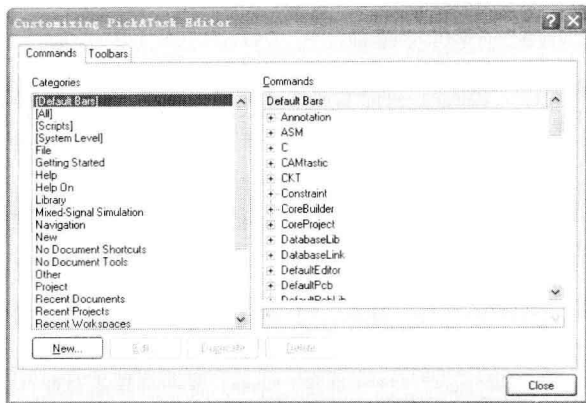

图 1-3 “Customizing PickATask Editor” 对话框
- ◆ “Customize”（用户定制）命令：用于自定义用户界面，如移动、删除、修改菜单栏或菜单选项，创建或修改快捷键等。运行该命令将弹出“Customizing PickATask Editor”（定制原理图编辑器）对话框，如图 1-3 所示。